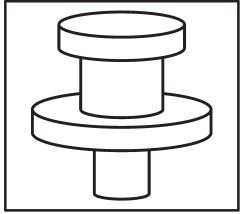

Fig 2
- c. Enlever le bouchon (23).
- d. Replacer le diffuseur (7) sur le coude interne.
- e. Replacer le tube d'évacuation d'air (12). Placer le joint (4) sous le dôme (3), installer le bouchon de purge d'air (1) avec son joint (2) et poser le dôme complet sur le col du filtre.
- f. Fixer le dôme (3) sur le col de la vanne à l'aide du collier (5). Il doit subsister un interstice d'environ 5 mm entre les moitiés du collier.
- a. Vérifier que la sortie «PUMP» de la vanne est orientée vers la pompe. Fixer les 2 sorties de la vanne avec les sorties du filtre, à l'aide des 2 écrous de compression (21).
- b. Enlever la vis en plastique noir située sur le côté de la vanne et la remplacer par le manomètre (22). Visser à la main sans forcer.
- c. Connecter la sortie «PUMP» (P) de la vanne avec la sortie supérieure de la pompe, en suivant les instructions du fabricant.
Il ne vous reste plus qu'à connecter les tuyaux venant de la piscine (cf. figure 2), celui en provenance des skimmers (S) sur l'orifice bas de la pompe du côté du préfiltre et celui des refoulements sur l'orifice de la vanne marqué «RETURN» (R), ainsi que la connexion à l'égout sur l'orifice de la vanne marqué «WASTE» (W).
7. Afin d'éviter les fuites, vérifier que le bouchon de vidange (15) est en place et que toutes les connexions sont bien fixées.